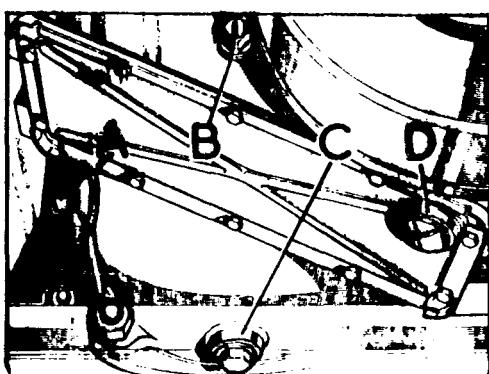

Fig. C-12 Tapones de llenado y nivel, y tapones de vaciado
- 1.2. Quitar los tapones de vaciado, C y D (Fig. C-12) de la caja de velocidades y de la reductora.
- 2.1. Retirar los tapones A y B (Fig. C-12).
- 2.2. Utilizando el tipo de aceite que corresponda (Sección X) llenar la caja de velocidades hasta que el nivel de lubricante alcance el tapón, A (Fig. C-12). Lo mismo se hará con la caja reductora, tomando como referencia los agujeros B. Terminada la operación se colocarán los tapones.